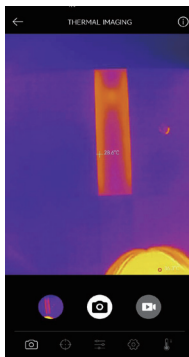

Abbildung 3.2.1
4. Tippen Sie auf das Miniaturbild in der unteren linken Ecke (siehe Abbildung 3.2.1), um die gespeicherten Bilder/Videos anzuzeigen.